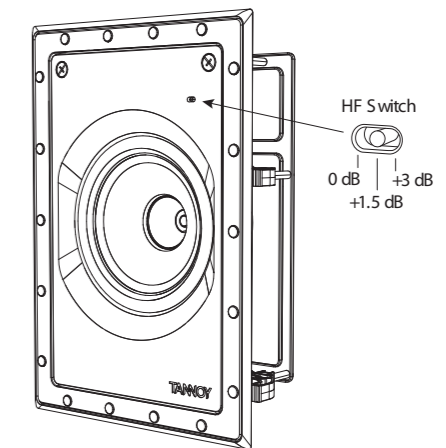

Fig. 14. HF Switch Positions
2. Le commutateur HF a trois positions, 0 dB étant plat. Ajustez si nécessaire en fonction de la position de la pièce et des conditions acoustiques (Fig. 14). (Non disponible sur QCI 6DC IW).